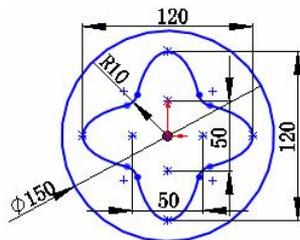

图 1.6.9 编辑后的块
Step4. 编辑尺寸约束。将插入的块的尺寸约束修改为图 1.6.9 所示的尺寸。